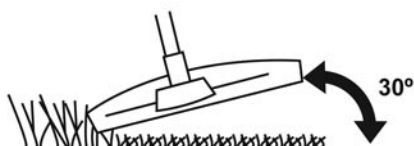

Fig. 25
- > Mantenha o cabeçote de corte imediatamente acima do solo, a um ângulo de aproximadamente 30° (fig. 25).